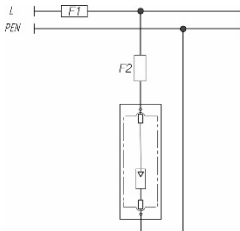

Рисунок 1. Схема подключения УЗИП
4.5.1 Подключить УЗИП по одноплусной схеме L – PE или L-PEN как показано на Рис.1.
5.1.3 Выполните визуальный контроль подключения УЗИП в соответствии с Рис. 1.